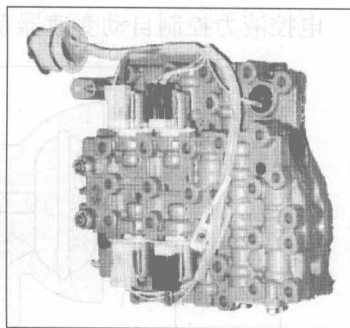

图 1-10 自动变速器的阀体总成
(4) 控制系统。新型汽车自动变速器的控制系统有液压式和电液式两种。液压式控制系统包括由许多控制阀组成的阀体总成以及液压管路。电液式控制系统除了阀体及液压管路之外，还包括微处理器、传感器、执行器及控制电路等，如图 1-10 所示。